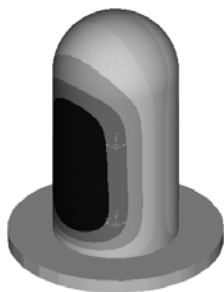
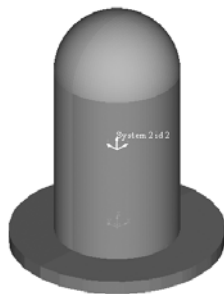

图 13-17 Global system 矢量云图
图 13-18 用户自定义坐标矢量云图
- (4) 将 Resolved in 栏切换为 Global System (proj: none)。
- (5) 单击 Apply 按钮, 结果如图 13-17 所示。
- (6) 单击 Clear Contour 按钮。
- (7) 将 Result type 切换到 Stress(t)和 vonMises。
- (8) 在 Resolved in 栏选择 User System (proj: x, y)。
- (9) 在 system 处选择 By ID。
- (10) 输入“2”, 选择用户第二自定义坐标。
- (11) 单击 Apply 按钮。
- (12) 关闭对话框。
- (13) 单击 Apply 按钮, 结果如图 13-18 所示。